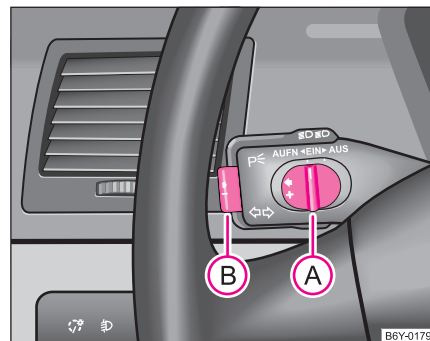

Abb. 94 Bedienungshebel: Drucktaste und Schiebeschalter der Geschwindigkeits-Regelanlage
- Schieben Sie den Schiebeschalter **A** ⇒ Abb. 94 in die Position **ON**.
- Die gespeicherte Geschwindigkeit können Sie ohne Betätigung des Gaspedals durch Schieben des Schiebeschalters **(A)** => Seite 108, Abb. 94 nach links in die Position **RES** erhöhen.
- Wenn Sie die Drucktaste bei einer Geschwindigkeit von weniger als 30 km/h loslassen, wird die Geschwindigkeit nicht gespeichert, der Speicher wird gelöscht. Die Geschwindigkeit muss nach einer Geschwindigkeitserhöhung auf über 30 km/h erneut mit der Drucktaste **(B)** => Seite 108, Abb. 94 gespeichert werden. ■
- Die Geschwindigkeits-Regelanlage können Sie ebenfalls abschalten, wenn Sie den Schalter  ⇒ Seite 108, Abb. 94 nach rechts schieben - in die Zwischenposition vor der Stellung **OFF**. Der Schieber des Schalters geht danach selbsttätig in die Position **ON** zurück.
Die **Wiederaufnahme** der gespeicherten Geschwindigkeit erfolgt nach Loslassen des Brems- oder Kupplungspedals, bei Fahrzeugen mit automatischem Getriebe nur nach Loslassen des Bremspedals, und nach kurzem Schieben des Schieber des Schalters  ⇒ Seite 108, Abb. 94 bis zum Anschlag nach links in die Position **RES**.
- Schieben Sie den Schieber des Schalters  ⇒ Seite 108, Abb. 94 bis zum Anschlag nach rechts in die Position **OFF**. ■